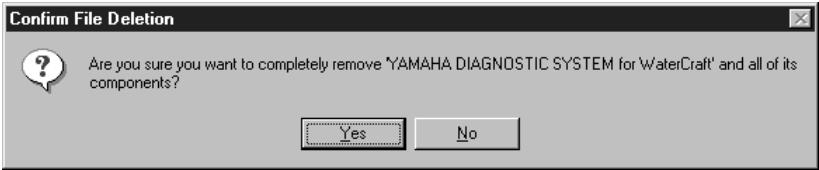

Fig. 68
5. Click the **Yes** button in the confirmation window to uninstall the utility software. To cancel the uninstall operation of the utility software, click the **No** button. (See figs. 68–70.)
5. Cliquer sur le bouton **Yes** dans la fenêtre de confirmation pour désinstaller le logiciel. Pour annuler l'opération de désinstallation du logiciel, cliquer sur le bouton **No** (voir les figures 68–70).
5. Haga clic en el botón **Yes** de la ventana de confirmación para desinstalar el programa. Para cancelar la operación de desinstalación del programa, haga clic en el botón **No**. (Ver figs. 68–70.)